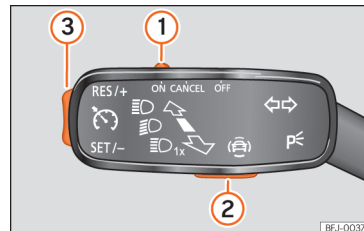

Abb. 175 Am Blinkerhebel: Tasten zur Bedienung des Geschwindigkeitsbegrenzers.
- Schieben Sie den Schalter »» **Abb. 175 ①** auf die Position **ON** und drücken Sie die Taste **②**.
- Drücken Sie während der Fahrt die Taste »» **Abb. 175 ③** im Bereich **SET/-**.
Die Geschwindigkeit kann mit der Taste »» **Abb. 175 ③** eingestellt werden:
- Schieben Sie den Schalter »» **Abb. 175 ①** auf die Position **OFF**.
Wenn Sie den Geschwindigkeitsbegrenzer – beispielsweise zum Überholen – vorübergehend deaktivieren möchten, schieben Sie den Schalter »» **Abb. 175 ①** auf die Position **CANCEL** oder drücken Sie die Taste **②**.
Nach dem Überholmanöver kann der Geschwindigkeitsbegrenzer wieder mit der zuvor gespeicherten Geschwindigkeit aktiviert werden, indem die Taste »» **Abb. 175 ③** im Bereich **RES/+** gedrückt wird.